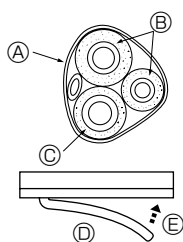

Fig. 5-5
- Acheminez le flexible de vidange en diagonale sous les tuyaux de connexion. (Fig. 5-5)